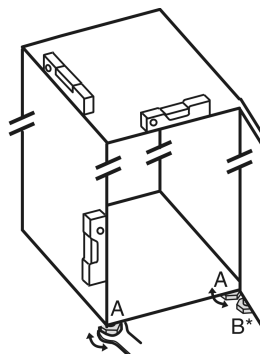

Fig. 36
- Svitare i piedini regolabili Fig. 36 (A) con la chiave a forchetta contenuta nella fornitura e con l'aiuto di una bilancia idrostatica, finché l'apparecchio non si trova in posizione stabile e piana.
- Con la chiave a forchetta in dotazione, svitare il piedino regolabile Fig. 36 (B) sul cuscinetto di supporto inferiore, fino a farlo appoggiare sul pavimento.
- Ruotare ulteriormente il piedino regolabile Fig. 36 (B) di 90°.